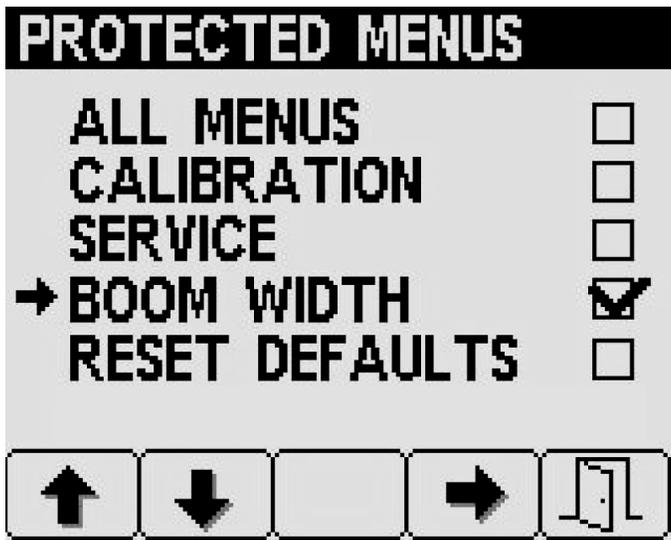

图30
- 按 4 号按钮选择或取消选择图30 中所示的单个受保护菜单项目。